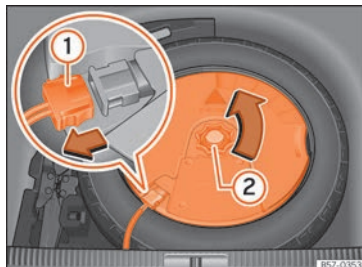

Abb. 224 Im Gepäckraum: Subwoofer ausbauen.
- Klemmen Sie das Subwoofer-Lautsprecher-Kabel ab »» **Abb. 224** (1).
- Drehen Sie das Befestigungshandrad entgegen dem Uhrzeigersinn heraus »» **Abb. 224** (2).